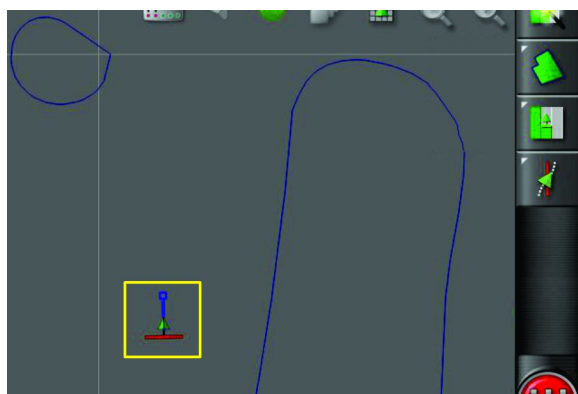

Figura 39
1. Conduzca la máquina a la parcela activa del lugar de trabajo (Figura 39).